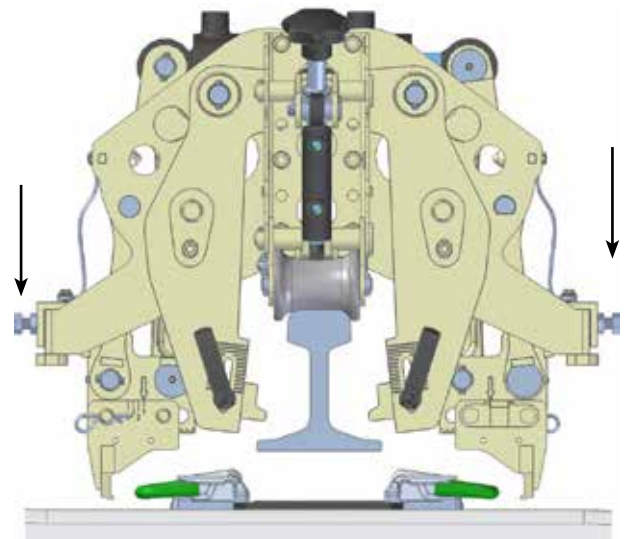

Fig 86.
4. Positionnez la tête de travail entre deux traverses pour actionner les bras contre la butée mécanique. (3) Fig 86.
9. Si les clips ne sont pas complètement rétractés, réglez la vis de butée mécanique (3) Fig 86.